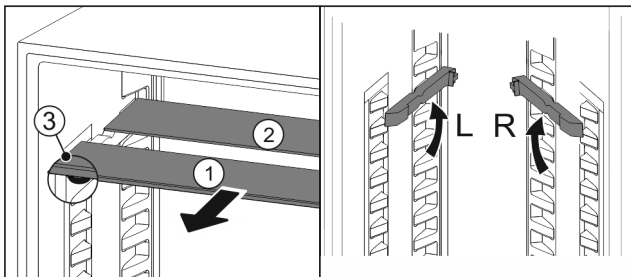

Fig. 91
- ▶ Træk glaspladerne ud enkeltvis fremad Fig. 91 (1).
- ▷ Glaspladen Fig. 91 (1) med pyntelisten ligger foran.
- ▷ Stoppene Fig. 91 (3) peges nedad.